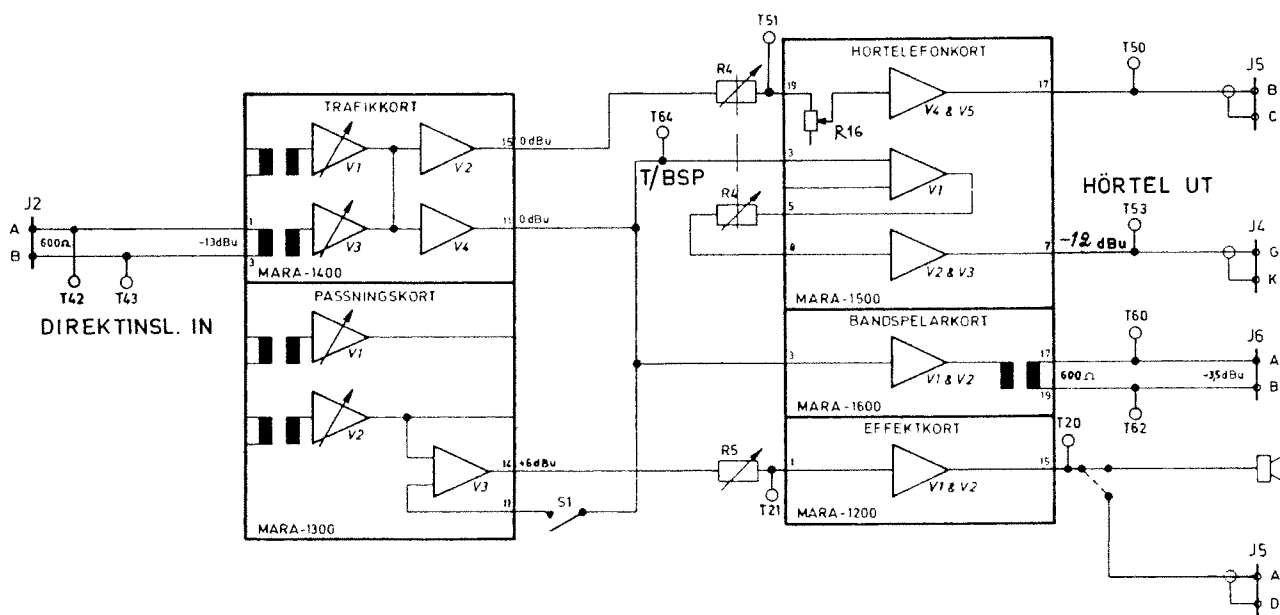

Bild 33. Blockschemat BEE direktinslag
6.4.6.1 Anslut LF-generatorn och URI-metern till betjäningsenhetens mätuttag T42 och T43 DIREKTINSL IN, se bild 33 och 34.